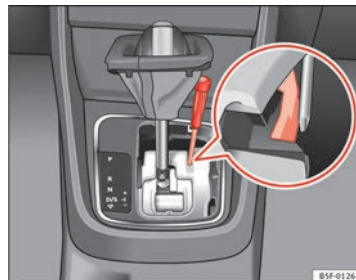

Abb. 97 Wählhebel: Notentriegeln aus der Parkstellung
- Drücken Sie seitlich mit Hilfe des Schraubendrehers auf die gelbe Entriegelungstaste ⇒ **Abb. 97** und halten Sie sie gedrückt.